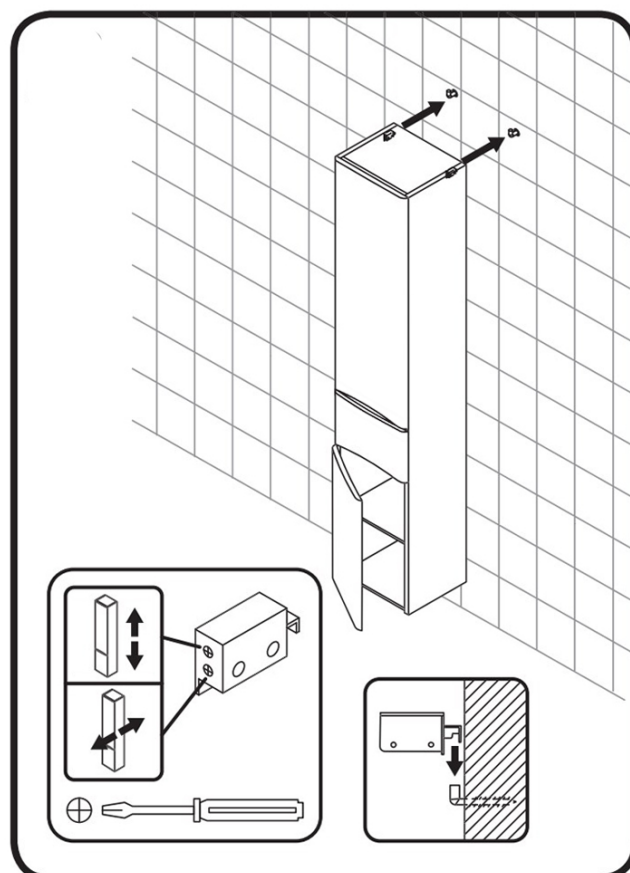

РИС.3 МОНТАЖ ПЕНАЛА НА СТЕНУ
- Затем на них аккуратно вешается пенал и выравнивается с помощью двух винтов, расположенных на передней части навесов **(рис.3)**: